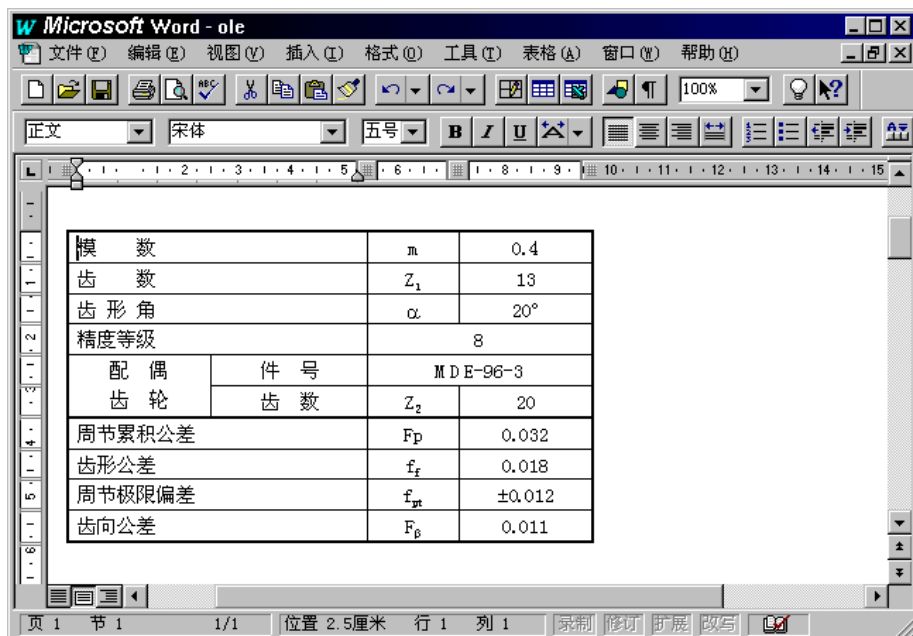

图 18-24 编辑参数表
3. 在 Word 编辑窗口中，可以编辑所需的表格，如图 18-24 所示。